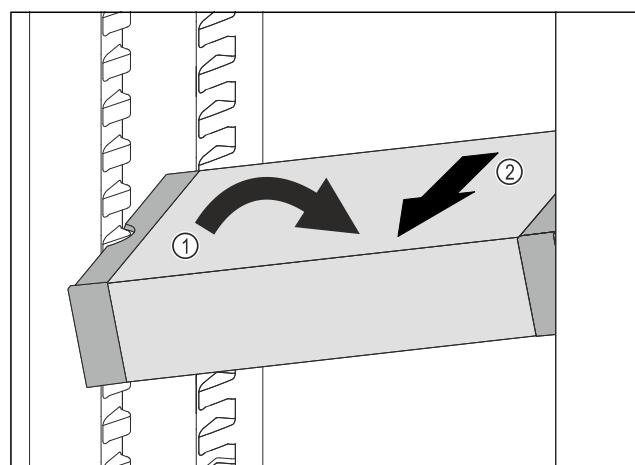

Fig. 112
- Poziționați oblic VarioSafe în frigider. Fig. 112 (1)
- Extrageți VarioSafe spre înainte. Fig. 112 (2)